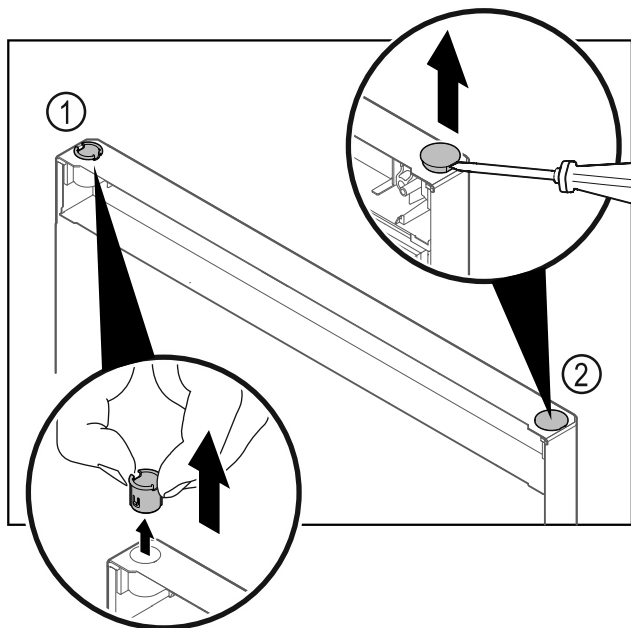

Fig. 40 Dvířka mrazničky
- ▶ Pouzdro závěsu Fig. 40 (1) vytáhněte prsty.
- ▶ Krycí zátku Fig. 40 (2) opatrně nadzvedněte plochým šroubovákem a vytáhněte.